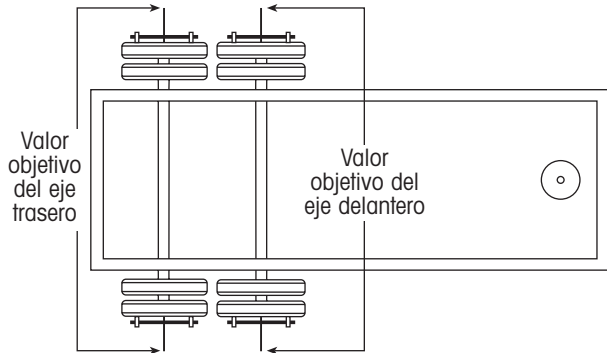

Figura 31. Midiendo el valor objetivo
- a. Mida de punta a punta las extensiones de la terminal de la rueda (figura 31).